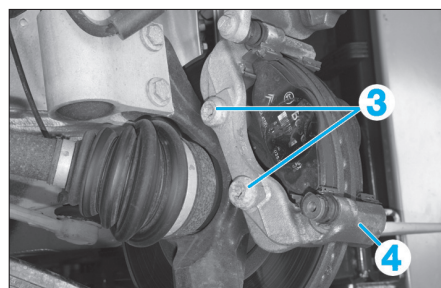

Fig. 6
- les vis (3) (Fig.6),
- le support étrier (4).